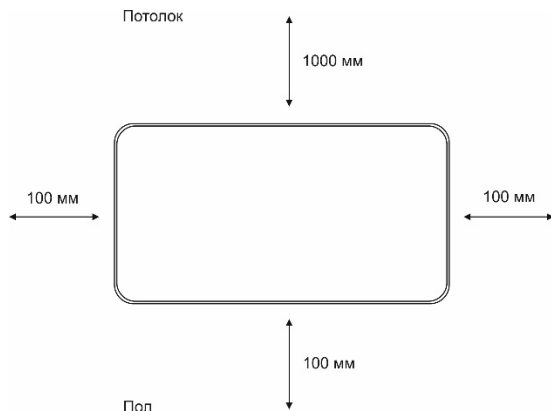

Рис. 1 Минимальное расстояние до посторонних предметов при настенной установке
1. Определите место установки прибора с соблюдением минимальных расстояний до посторонних предметов, потолка и пола. (Рис. 1).